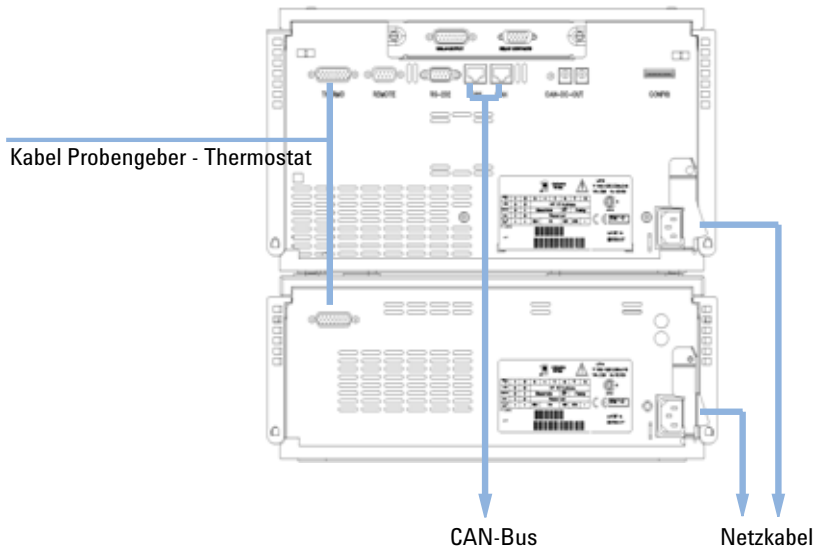

Abbildung 15 Anschlüsse auf der Rückseite des thermostatisierbaren Probengebers
- 13** Verbinden Sie das Kabel zwischen dem Probengeber und Thermostat, siehe Abbildung 15 auf Seite 50.